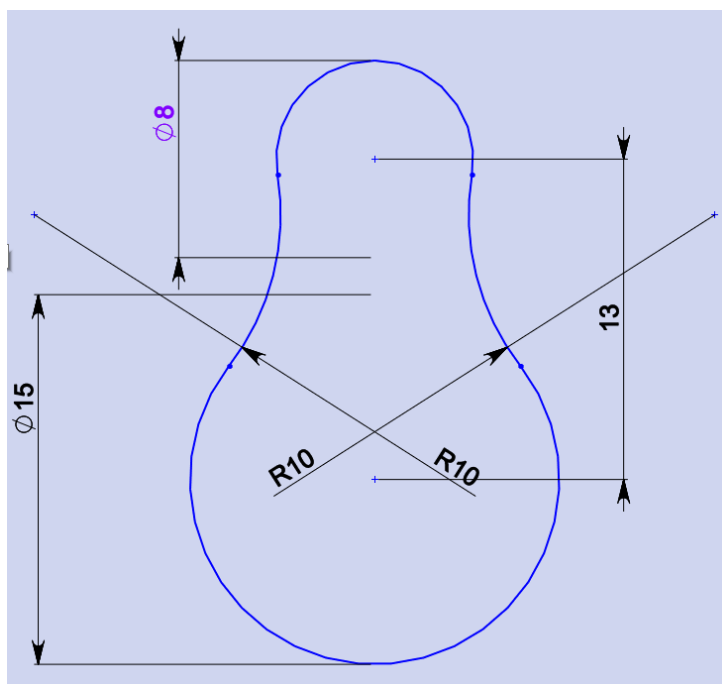

Рисунок 28 – конечный эскиз формы петли
43. Увеличить расстояние между центрами окружностей до 13 мм, увеличить диаметр малой окружности до 8 мм. (рис. 28). Выйти из режима эскиза.